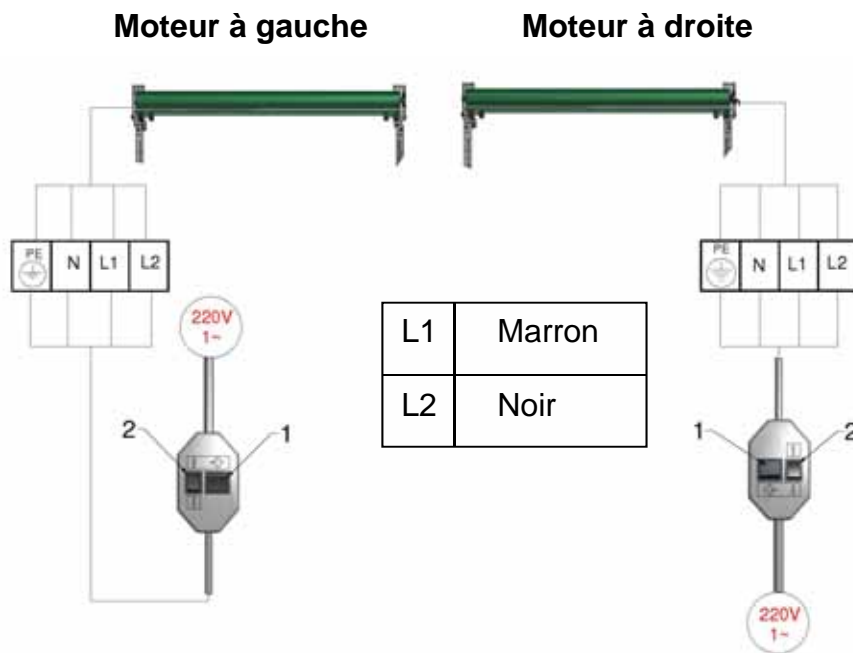

Figure 8b, câblage du commutateur
En vous référant à la figure 8b, connectez le commutateur au câble du moteur en respectant les codes couleurs entre le commutateur et le câble moteur et en maintenant le levier comme indiqué.
15. Installation du contact de fin de course. Le taux d'utilisation du moteur est de 4 minutes par heure. Il est donc important que le fonctionnement du moteur soit maintenu à un minimum au cours de l'installation. Dans le cas d'une surutilisation, un contacteur thermique arrête le moteur pour prévenir tout dommage. Si cela se produisait, n'intervenez pas sur le moteur pendant 15 minutes pour le laisser se refroidir et se réinitialiser. Maintenez le commutateur comme indiqué sur la figure 8b.
16. Supprimez les limites existantes comme expliqué dans les informations supplémentaires du fournisseur du moteur électrique. En vous référant à la figure 8b, connectez le commutateur au câble du moteur en respectant les codes couleurs entre le commutateur et le câble moteur et en maintenant le levier comme indiqué.